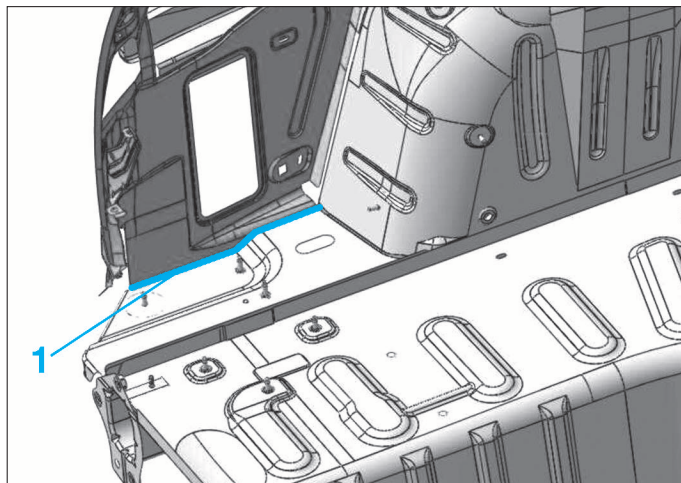

FIG. 123
- Appliquer un mastic sur la ligne (1) (Fig.123).